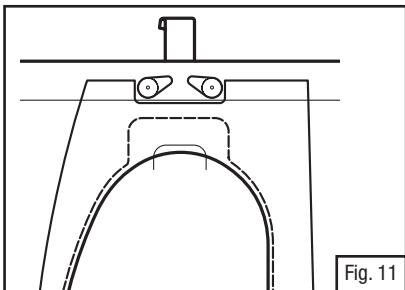

Fig. 11
- Há duas guias perfuradas na(s) cobertura(s). Mantenha a(s) guia(s) pequena(s) no lado de dentro da estrutura (Fig. 11).